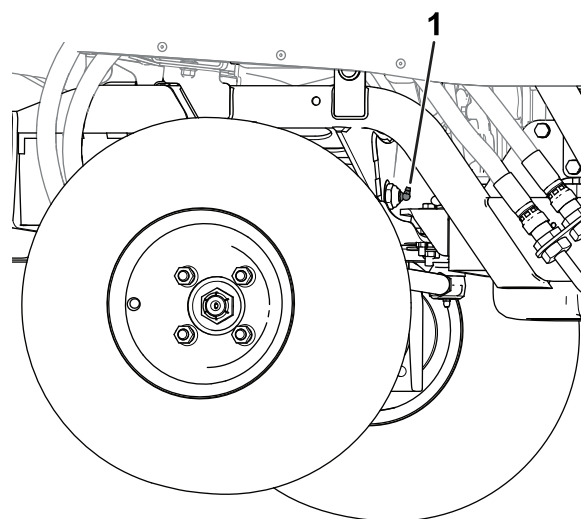

Figura 44
- Perno di articolazione dell'assale (Figura 44)